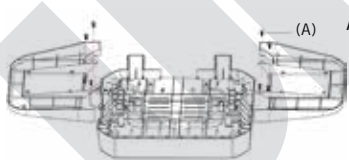

Abb. 3
6. Drücken Sie nun die Seitenablagen [8] in die entsprechenden Halterungen des Grillgehäuses [9], wie in Abb. 3 gezeigt. Achten Sie darauf, dass